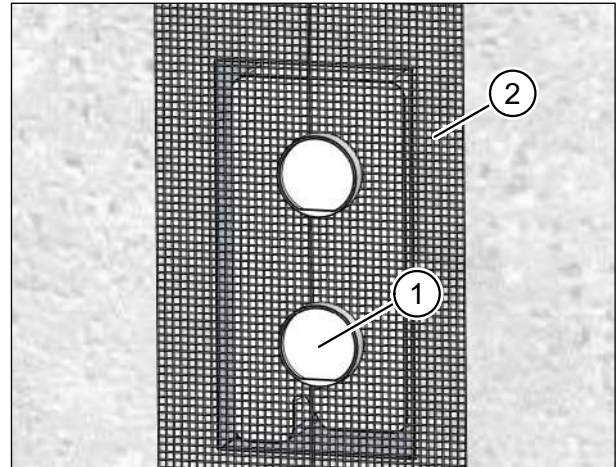
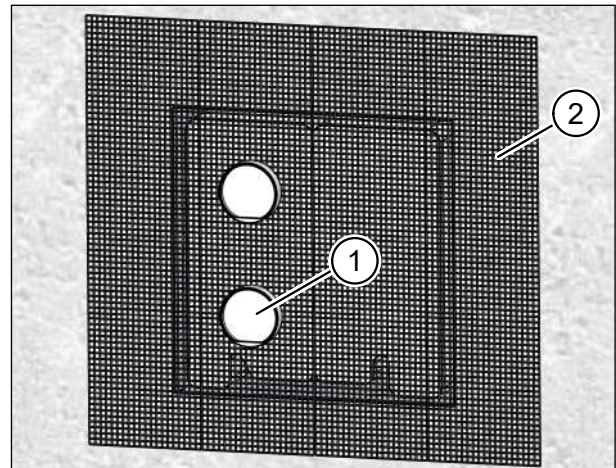

Abb. 38: Montageset **ohne** Füllstück einputzen
Abb. 39: Montageset **mit** Füllstück einputzen
- ▶ Setzen Sie die Putzschutzhülsen (Pos. 1 in Abb. 38 und Abb. 39) ein. Sie sollen soweit über die Massivwand herausragen, dass sie mit dem späteren Putzauftrag bündig abschließen. Die Putzschutzhülsen bilden die Beiputzfläche für den Außenputz.
- ▶ Bringen Sie das Putzgewebe (Pos. 2 in Abb. 38 und Abb. 39) außen auf den Mauerkasten, auf das Mauerwerk bzw. auf die Fassadendämmung an.